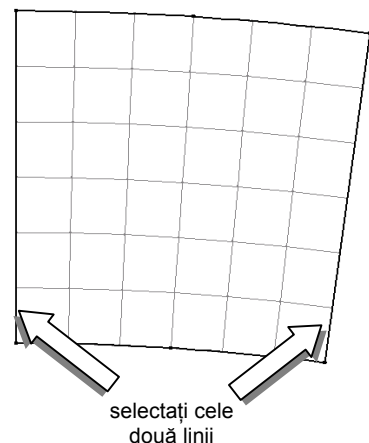

Fig. 15
- se selectează laturile drepte ale plăcii (fig. 15)